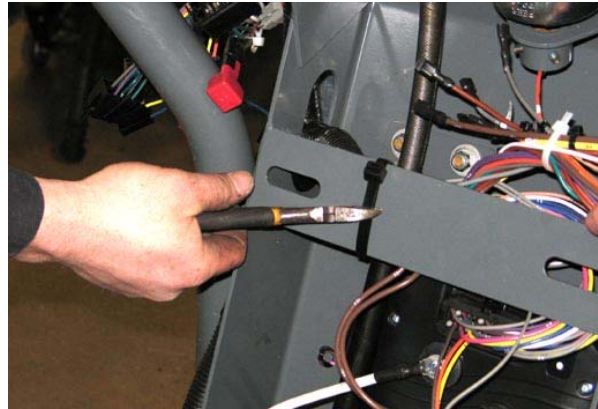

FIG. 23
25. Coupez les colliers de serrage des deux traverses du profilé de montage de direction. (Figure 23)